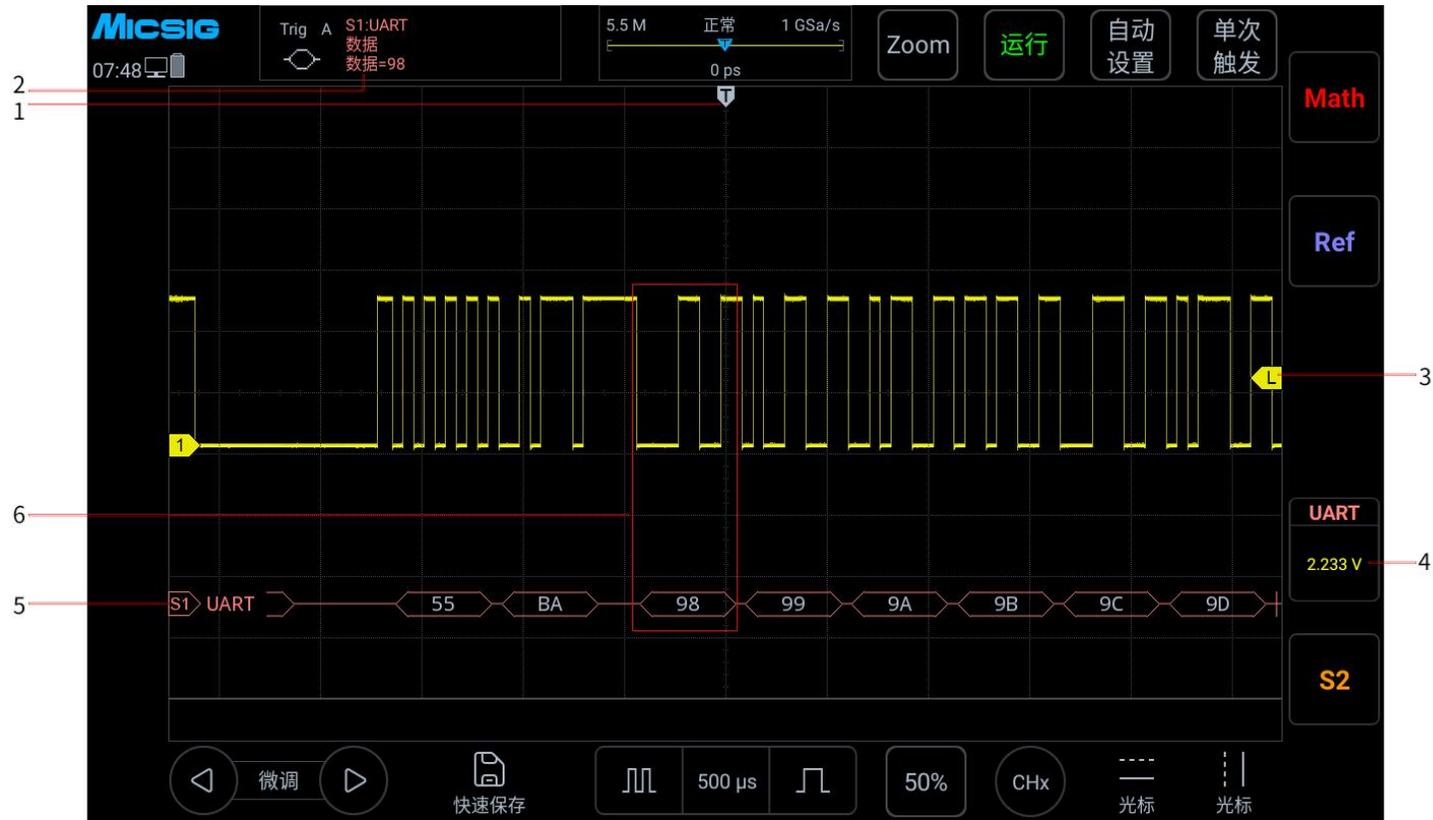

图 12-8 UART 图形界面
- (1) 轻点 S1 打开解码通道, 向左轻扫 S1 打开总线配置菜单;
- (2) 选择总线类型为“UART”, 依次点选“Ch1”, “空闲高”, “校验无”, “8bit”, “19.2kb/s”, 显示“十六进制”, 然后关闭菜单;
- (3) 打开触发方式设置菜单, 点选“数据”, 条件设为“=”, 数据内容手动输入 98, 按“enter”确定;
- (4) 根据信号的幅值电平调节阈值电平使信号稳定触发。UART 触发图形界面见图 12-8: